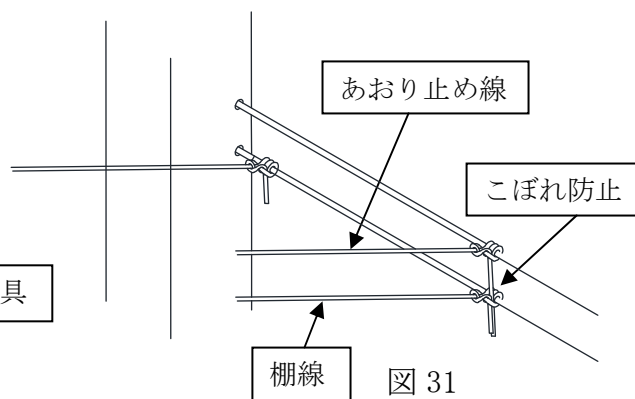

図31
- ・あおり止め線の末端は棚線の固定部隙間に通し、スクリーンのこぼれ防止にして下さい。（図31）